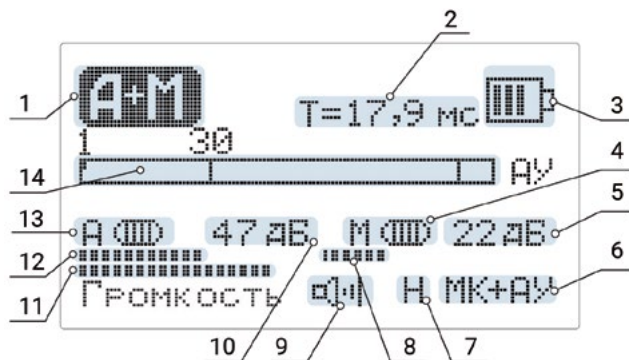

Рисунок 12
Перед переключением на канал «А+М» необходимо настроить частотные характеристики акустического канала в режиме «АУ» (п. 4.8.2.). Индивидуальная настройка частотных характеристик канала «АУ» может существенно ослабить влияние акустических помех при поиске МП. Основной экран канала «А+М» **Рис. 12**.
4.10.1. Линейная шкала текущего уровня сигнала (**поз.14, Рис. 12**) разделена по горизонтали на две половины. Верхняя половина – уровень акустического сигнала. Нижняя половина – уровень магнитного сигнала. Мгновенный уровень сигнала отображается заполнением шкалы и вертикальной линией, фиксирующей максимум и существующий до прихода следующего импульса, но не более 3 сек. Графическое отображение уровня сигналов дублируется динамической индикацией числового значения уровня в течение примерно 0,2 сек после остывания определенного уровня. Числовое значение дается в процентах от максимального допустимого сигнала.
- 4.10.3. Для корректной работы приемника в данном режиме необходимо установить такой уровень усиления в каналах А и М, при котором происходит синхронная с импульсами ударного генератора индикация срабатывания пороговых устройств – заполнение овальных значков справа от знаков А и М (**поз. 13 и поз. 4 Рис. 12**). Это будет происходить при уровне сигналов порядка 90 % от максимума. Установленный уровень усиления должен поддерживаться неизменным на каждом шаге при продвижении по трассе поиска. Выполнение этого условия обеспечит достоверную оценку ключевого параметра режима «А+М» – задержки распространения акустического сигнала – **поз. 2 Рис. 12**.
- 4.10.6.4. Строка меню «Выход на ТЛФ». Выбранный канал (АУ, МК или АУ+ МК) подключается для прослушивания к телефонам. В основном экране символ выбранного канала отображается в правом нижнем углу (**поз. 6, Рис. 12**).